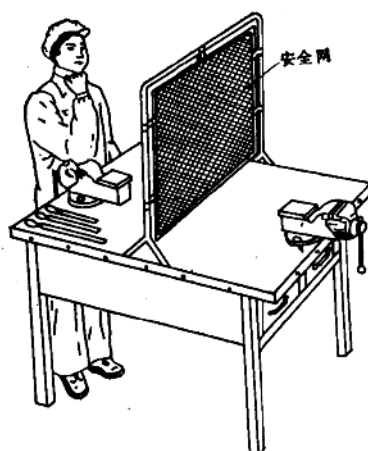

图 1-1 钳台
钳台也叫钳工案子，用于安装虎钳，放置工具和工件。钳台的型式有多种，图 1-1 所示的是其中的一种。钳台用木料制成，大都在下部还附有存放工具等的小抽屉或小柜。钳台的高度约为 800~900mm，面板厚 70~80mm，宽和长随需要而定。钳台上虎钳的前方设有安全网。在台上放置的任何物体不许伸出台边以外。左手用的工具放在虎钳的左边，右手用的放在右边，并且放置的位置要固定，尽量做到伸手到位即可取得。
(1) 底座螺栓必须紧固。固定钳口的工作面必须露在钳台边沿以外，才能竖向夹持长工件。钳口上表面距地面的高度最好根据使用者的身高确定（图1-1）。
(2) 被夹持工件的厚度不许大于钳口最大开口宽度的2/3。
(3) 工件未夹紧前或开始放松前都必须握紧，以防掉落。
(4) 较重的工件下部必须垫稳。长工件的自由端必须另外采取支承措施，防止振动、变形和坠落。
(5) 夹持软金属和已加工表面时，要在钳口与工件间加软材料（铜片或铝片等）作的钳口垫。
(6) 工件夹持的松紧程度必须适当。不许用套管来加长手柄或用锤子打击手柄。150mm以上规格的虎钳允许用双手按住手柄，藉全身的力量下压来最后夹紧工件。